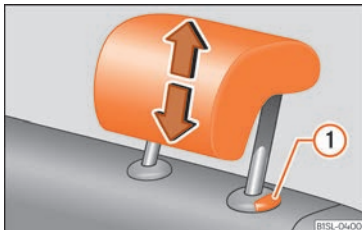

Fig. 93 Appuie-tête arrière : réglage de l'appuie-tête.
- Déplacez l'appuie-tête vers le haut ou le bas dans le sens de la flèche correspondante. Appuyez sur la touche »» fig. 93 ⓘ pour les abaisser »» ⚠ au chapitre Brève introduction à la page 99.
- Appuyez sur la touche »» fig. 93 ⓘ et retirez complètement les appuie-tête.